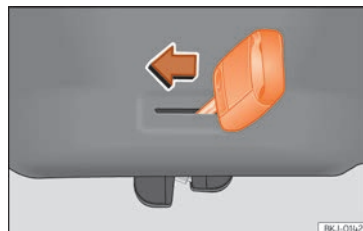

Fig. 100 Detalle del maletero: desbloqueo de emergencia.
- Introduzca el espadín de la llave en la ranura y desplace la llave en el sentido de la flecha hasta que la cerradura se desbloquee » » fig. 100.